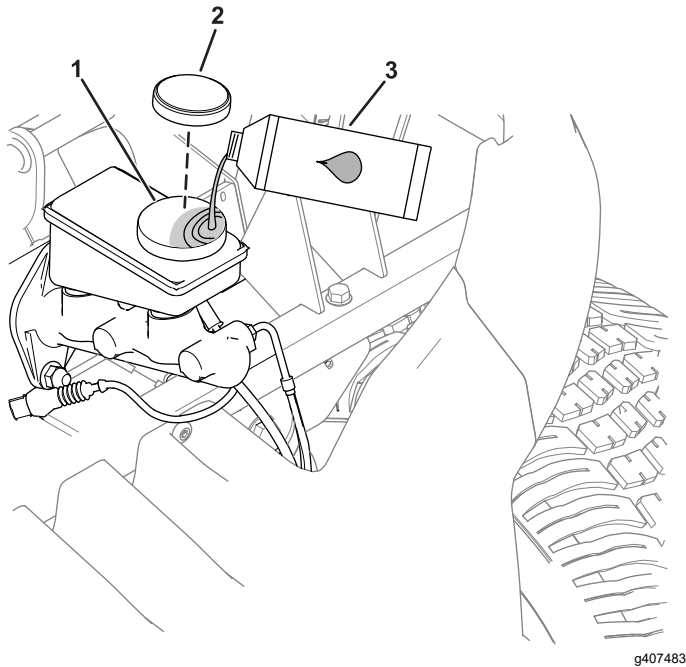

Figura 53
1. Retire el capó para acceder al cilindro de freno principal y al depósito (Figura 53).
- A. Limpie la zona alrededor del tapón del depósito y retire el tapón (Figura 53).
- C. Coloque el tapón del depósito (Figura 53).